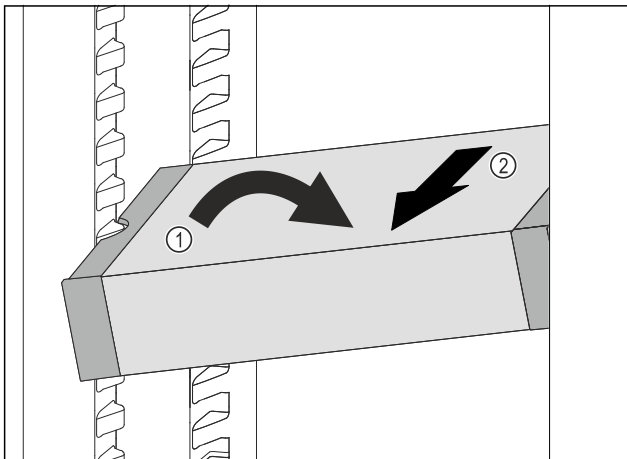

Fig. 134
- Incliner le VarioSafe dans la partie réfrigérateur. Fig. 134 (1)
- Sortir le tiroir VarioSafe par l'avant. Fig. 134 (2)